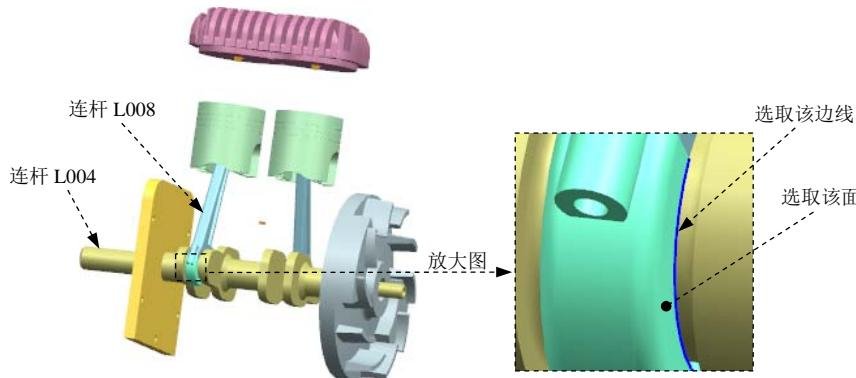

图 10.4.19 定义共线连接（一）
(1) 定义运动副类型。在“运动副”对话框 **定义** 选项卡的 **类型** 下拉列表中选择  **共线** 选项。
(2) 选择连杆。选取图 10.4.19 所示的连杆 L008。
(3) 定义原点及矢量。在“运动副”对话框的  **指定原点** 下拉列表中选取“圆弧中心” 选项，在模型中选取图 10.4.19 所示的圆弧为定位原点参照；选取图 10.4.19 所示的面作为矢量参考面。
(4) 添加啮合连杆。在“运动副”对话框的基本区域中选中  **啮合连杆** 复选框，单击 **选择连杆**，选取图 10.4.19 所示的连杆 L004。
(5) 定义啮合连杆原点及矢量。在“运动副”对话框 **基本** 区域的  **指定原点** 下拉列表中选取“圆弧中心” 选项，在模型中选取图 10.4.19 所示的圆弧为定位原点参照；选取图 10.4.19 所示的面作为矢量参考面。
(6) 单击 **应用** 按钮，完成第七个运动副的添加。